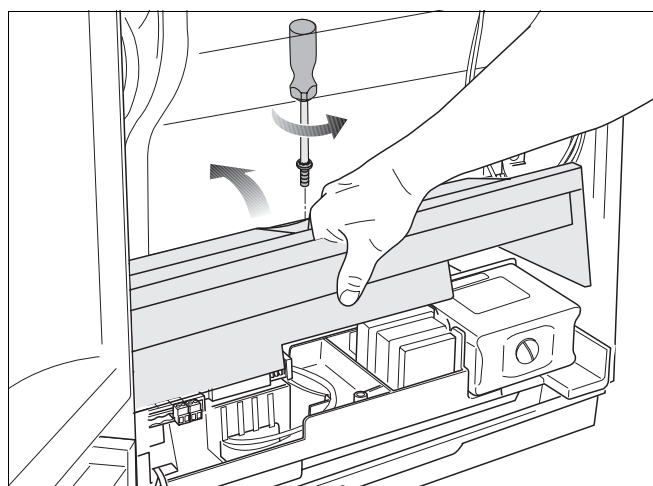

Fig. 17 Åbning af afdækningen til eltilslutningerne
- Løsn 1 skrue til eltilslutningernes afdækning, og åbn afdækningen op (fig. 17).